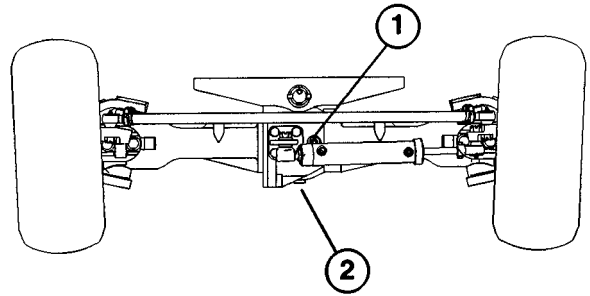

Bild 6
KONTROLLE DES SCHMIERSTOFFS IN DER HINTERACHSE (Bild 6)
2. Den Prüfstöpsel aus der Achse abschrauben und sicherstellen, daß der Schmierstoff die Unterseite der Prüföffnung erreicht. Bei niedrigem Ölstand genug Öl nachfüllen, um den Ölstand bis an die Unterseite der Prüföffnung anzuheben (Bild 6).